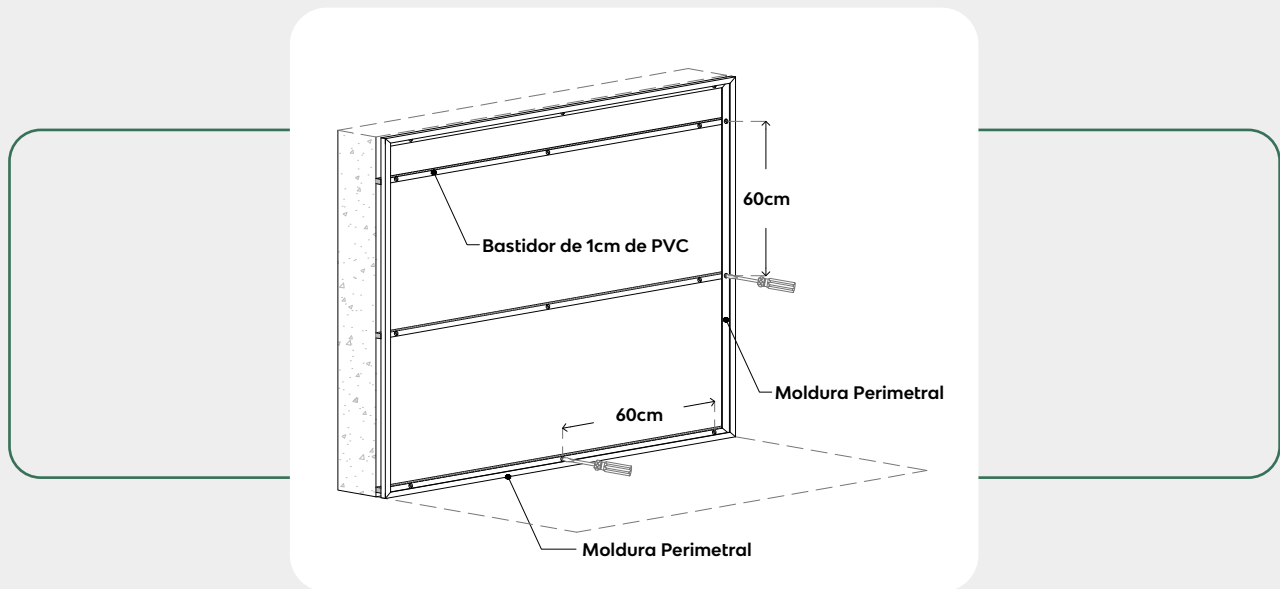

Figura 12
3. Instalar la moldura J (o la moldura elegida) de manera perimetral en la estructura o en el muro en caso de no tener estructura. Se debe pajar cada 60 cm. Ver figura 12